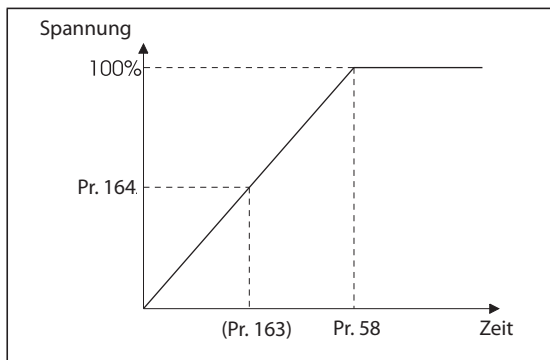

Abb. 5-209:
- Parameter 163 und 164 ermöglichen eine Einstellung des Anstiegs der Ausgangsspannung bei einem Wiederanlauf, wie in Abb. 5-209 gezeigt.